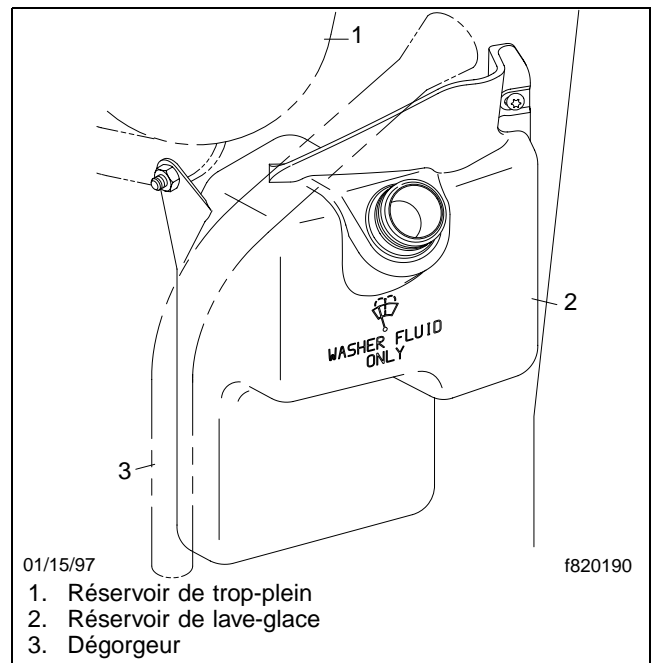

Fig. 11.1, Réservoir de lave-glace
3. Assurez-vous que le réservoir de lave-glace est rempli. Ajoutez du liquide si nécessaire. Voir la **figure 11.1**. Le réservoir de lave-glace se trouve sur le côté gauche de la paroi avant, entre le réservoir de trop-plein et le capot. Dévissez le bouchon pour ajouter du liquide.